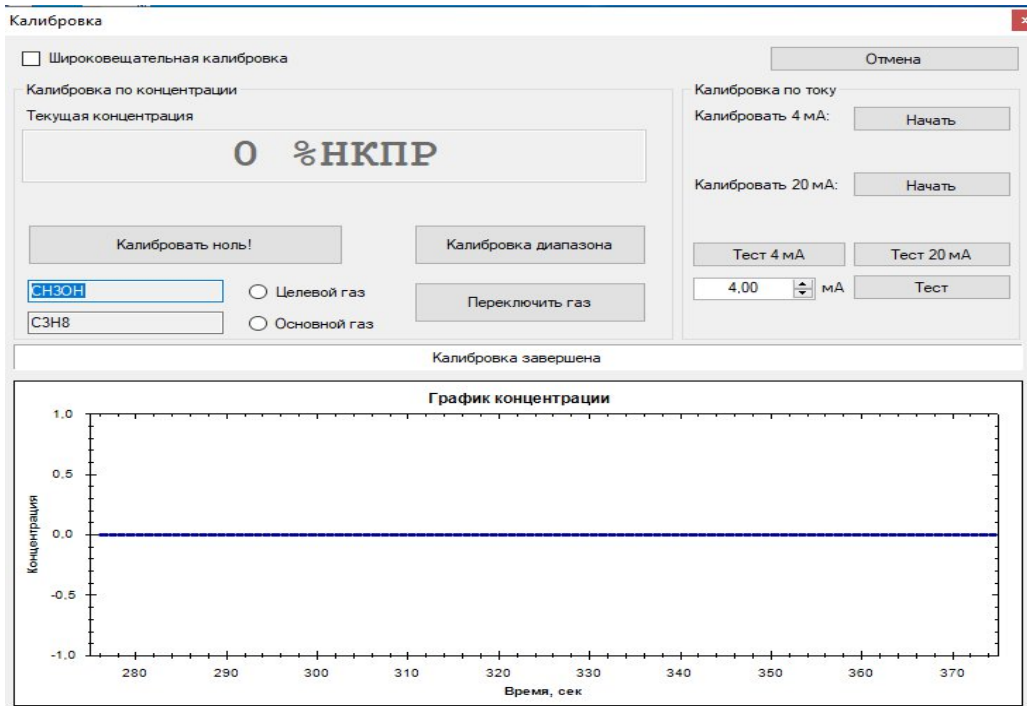

Рисунок 45
5) после успешной калибровки выйдет сообщение о завершении калибровки нулевой концентрации «Калибровка завершена» (см. рисунок 45).